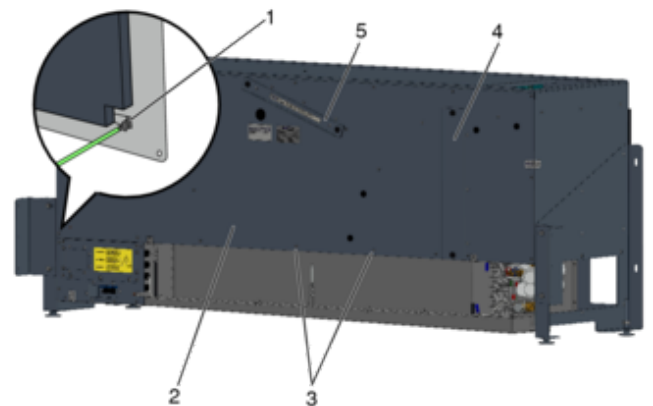

Abb. 39: Gerätedeckel demontieren
3. ▶ Abluftfilter (Abb. 39 /5) herausnehmen und den Filterdeckel (Abb. 39 /4) vom Außenluftfilter demontieren.
4. ▶ Den Gerätedeckel des Lüftungsgeräts (Abb. 39 /2) demontieren, dazu alle Kreuzschlitzschrauben (Abb. 39 /3) am Gerätedeckel lösen.
Beim Abnehmen des Gerätedeckels, den Schutzleiter (Abb. 39 /1) lösen.